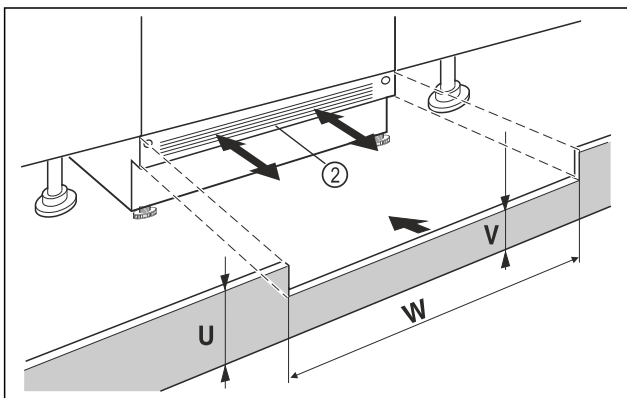

Fig. 11 Beispielhafte Darstellung
- ▶ Gerätesockelblende Fig. 11 (2) aufsetzen aber noch nicht fixieren.
- ▶ Bei sichtbarer Sockelblende Fig. 11 (2), diese so weit nach vorn ziehen, dass Vorderkante Lüftungsgitter und Möbelsockelblende eine Ebene bilden.
- ▶ Bei verdeckter Sockelblende Fig. 11 (2), diese ganz nach hinten schieben.
- ▶ Auf komplett freie Lüftungsschlitze achten: Bei Bedarf Höhe der Möbelsockelblende Fig. 11 (U) zuschneiden!
- ▶ Entlang der Nischenbreite Fig. 11 (W) die Steghöhe Fig. 11 (V) unter der Gerätesockelblende Fig. 11 (2) einpassen.